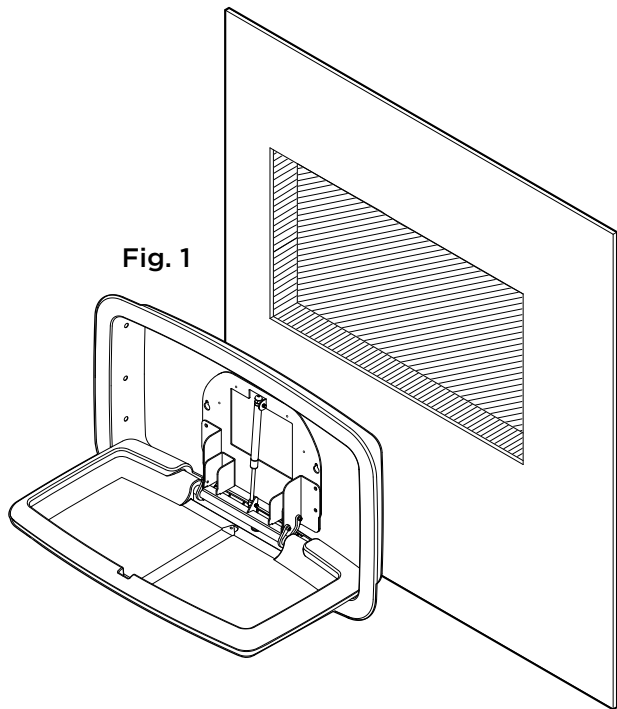

Fig. 1
- Préparez l'ouverture brute du mur selon la Fiche technique. Assurez-vous que le haut du goujon inférieur est à 26 9/16" (675 mm) pour assurer une hauteur de montage correcte. **Fig. 1** Pour plus d'informations, visitez [www.koalabear.com](http://www.koalabear.com).